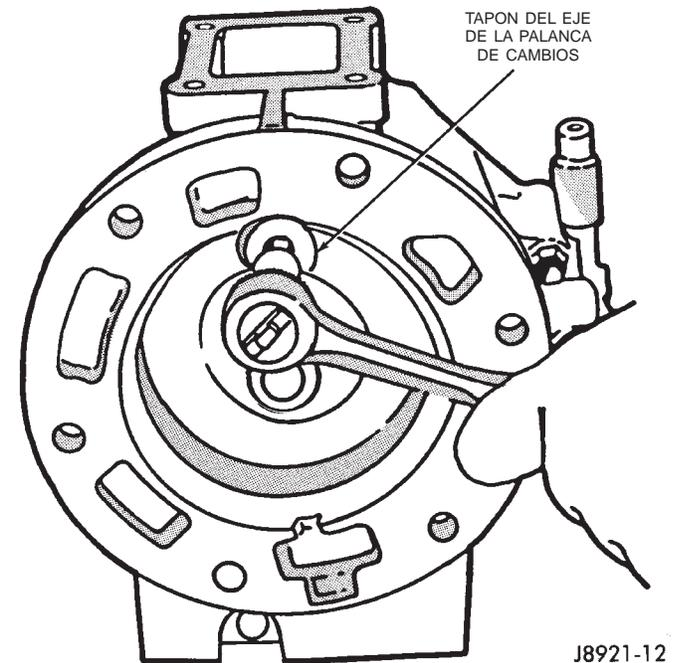

Fig. 25 Desmontaje del tapón del eje de la palanca de cambios
(12) Retire el tapón del eje de la palanca de cambios (Fig. 25).